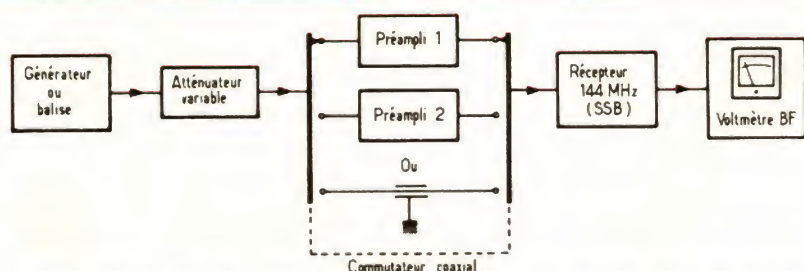

Fig. 1. — Banc de mesure du rapport signal + bruit/bruit utilisé pour la comparaison des divers échantillons.
Le récepteur étant en position SSB, on injecte à l'entrée (fig. 1) le signal de la balise convenablement atténué, de manière à ce que le circuit d'AGC ne réagisse pas (déviations nulle ou très faible du S-mètre). On mesure ensuite la tension basse fréquence disponible à la sortie haut-parleur à l'aide d'un voltmètre BF. La mesure s'effectue en deux temps :
* Voir texte et figure 1 pour la méthode de mesure.